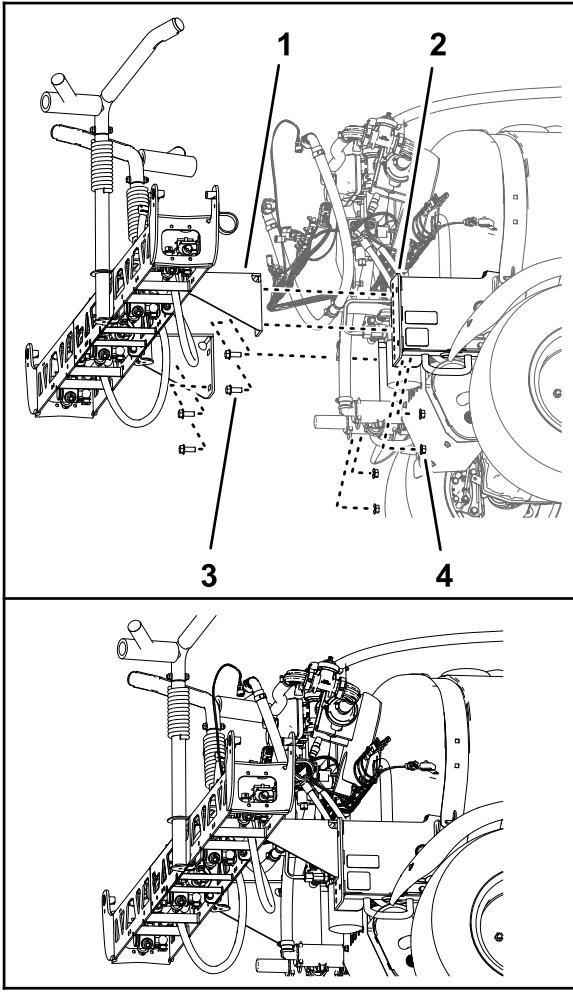

Bild 94
1. Verwenden Sie eine Hebevorrichtung mit der angegebenen Kapazität, heben Sie den mittleren Sprühabschnitt an und fluchten die Löcher in der Stützhalterung für den Sprühabschnitt (Bild 94) mit den Löchern in der Befestigungsplatte für den Maschinenrahmen aus, den Sie in Schritt 3 in Entfernen des mittleren Sprühabschnitts (Seite 26) identifiziert haben.
2. Befestigen Sie den mittleren Sprühabschnitt mit den vier Bundkopfschrauben (1/2" x 1-1/4") und den vier Sicherungsbundmuttern (1/2"), die Sie in Schritt 4 in Entfernen des mittleren Sprühabschnitts \(Seite 26\) entfernt haben, an den Befestigungskanälen (Bild 94).